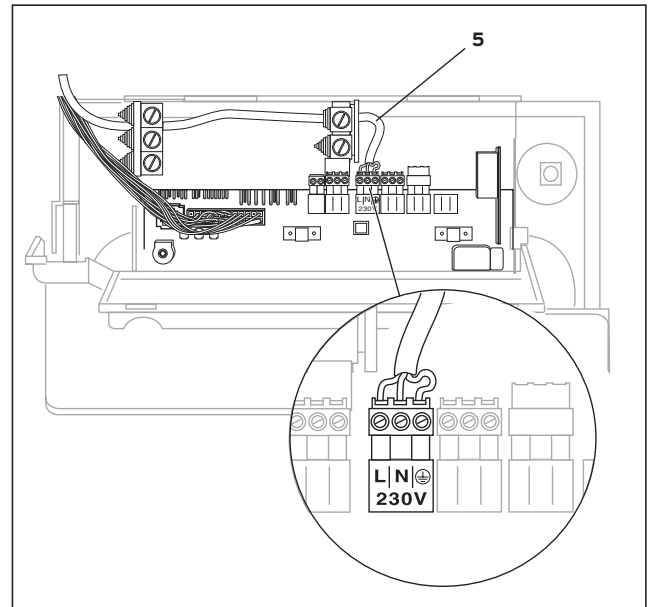

Fig. 4.11 Esempio di allacciamento dei cavi
- Rimuovere il rivestimento frontale dell'apparecchio e ribaltare in avanti il pannello comandi (1).
- Aprire le clip sui punti (3) del coperchio posteriore (2) del pannello comandi ed alzare il coperchio (vedi fig. 4.11).
- Inserire i cavi di collegamento dei componenti da collegare attraverso i fori di passaggio dei cavi (4) presenti a sinistra sul lato inferiore dell'apparecchio.
- Inserire infine i cavi di collegamento (5) nel pannello comandi e tagliare i cavi secondo la lunghezza necessaria (vedi fig. 4.11).
- Spelare i cavi di allacciamento per ca. 2-3 cm, togliendo l'isolamento dai conduttori (vedi fig. 4.11).
- Collegare i cavi alle relative spine ProE o negli slot dell'apparato elettronico, come descritto nella fig. 4.11/4.12.
- Aprire le clip sui punti (2) del coperchio posteriore (1) del box elettronico ed alzare il coperchio (vedi fig. 4.11).
- Spelare i cavi di allacciamento per ca. 2-3 cm, togliendo l'isolamento ai conduttori (vedi fig. 4.11).